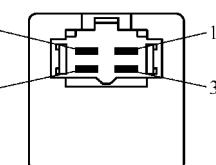

图 10-42 检查间歇继电器的端子导通性
- 1) 如图 10-42 所示, 检查间歇继电器的端子 1 和 4 之间是否导通, 检查端子 2 和 3 之间是否不导通。